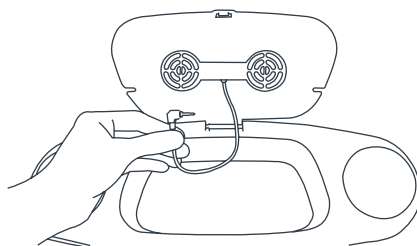

Fig. 10
- 10) • La bandeja del padre viene con los altavoces con un enchufe MP3 adentro. Los altavoces tienen un alambre con un enchufe masculino para el uso con los jugadores MP3 así que usted y su niño pueden escuchar la música mientras que usted da un paseo. Conecte el extremo masculino del alambre del altavoz en su jugador MP3 (Fig. 10).